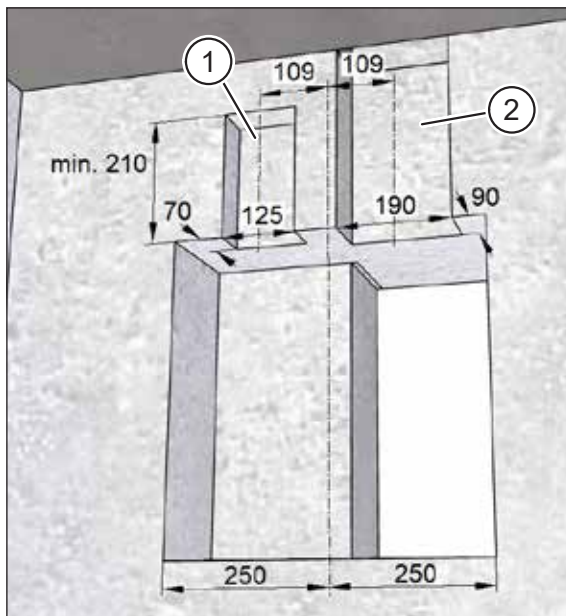
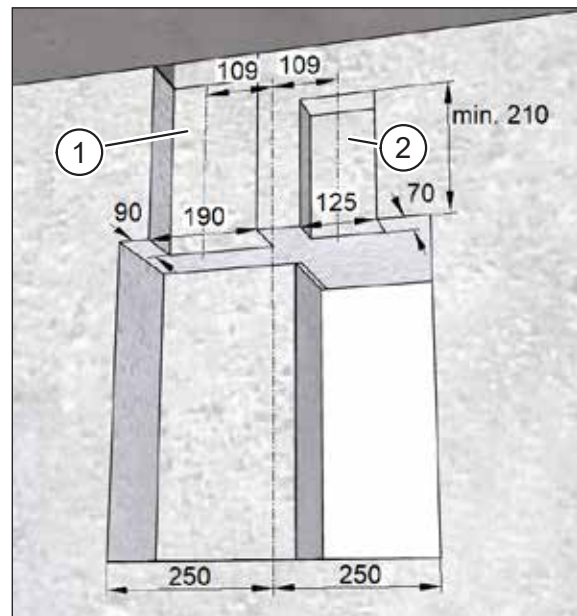

Abb. 16: Mauernuten für Flachkanal- und Flexrohranschluss fräsen, Maße in Millimeter
Abb. 15: Mauernuten für Flexrohr- und Flachkanalanschluss fräsen, Maße in Millimeter
- Abb. 16: **Abluft** (Pos. 1) Flachkanalanschluss, **Zuluft** (Pos. 2) Flexrohranschluss
- Abb. 15: **Abluft** (Pos. 1) Flexrohranschluss, **Zuluft** (Pos. 2) Flachkanalanschluss
- ▶ Fräsen Sie mit der Mauernutfräse eine Nut für das Flexrohr mit der Breite 190 mm und der Tiefe 90 mm bis zum Deckenauslass des Flexrohrs (siehe Abb. 16 und Abb. 15 auf Seite 23).